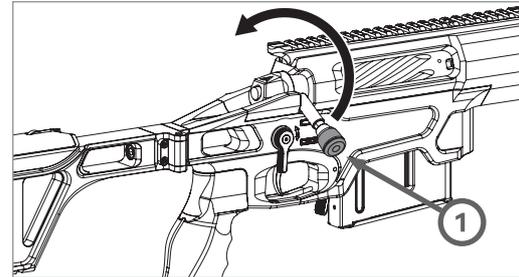
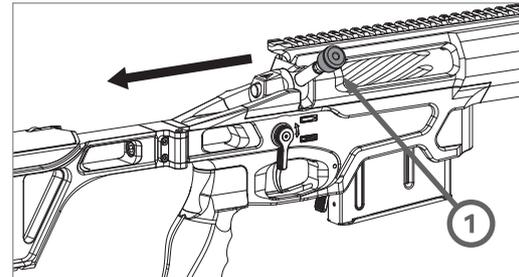

РИС. 23
РИС. 24
- ▲ Поднимите рукоятку затвора (поз.1, РИС.23) до упора вверх (РИС. 24).